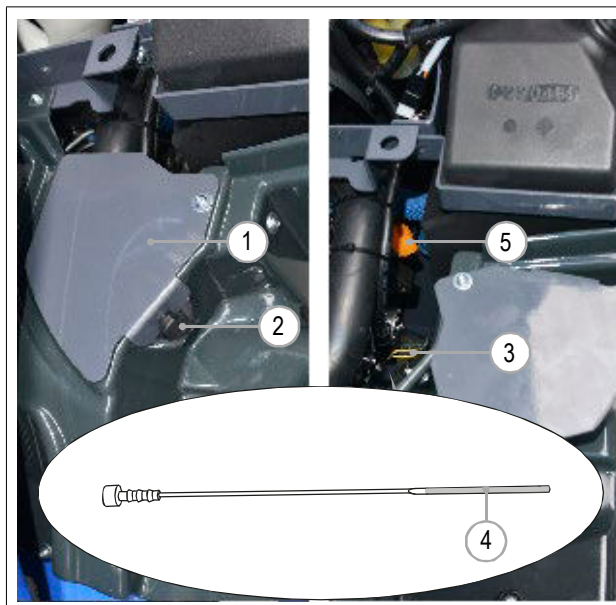
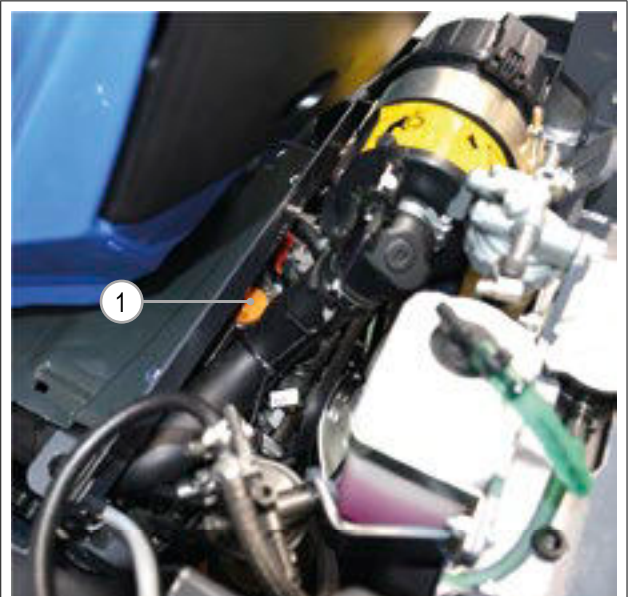

FIG. 49
FIG. 50
- 4) Skru knoppen af (FIG. 49 - Ref. 2) for at åbne hjelmen (FIG. 49 - Ref. 1) i venstre side.
- 5) Træk oliepinden ud (FIG. 49 - Ref. 3) og se efter markeringerne for fyldt og påfyld mere (FIG. 49 - Ref. 4). Den korrekte oliestand er mellem de to markering.
- Åbn dækslet til motorolie (FIG. 49 - Ref. 5 eller FIG. 50 - Ref. 1);